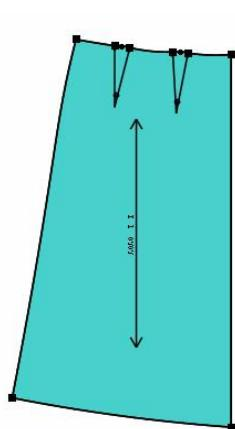
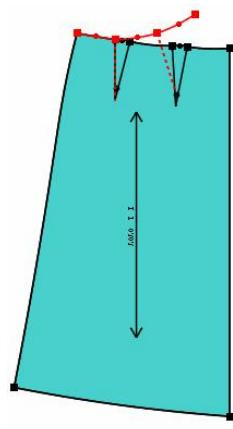

图 1
图 2
1. 如图 1, 用该工具依次点击省 1、省 2 后击右键后为图 2;
分类图	1、这是一张图片，用来表示该部件的实际效果 2、载入部件库时，该图片将会出现在列表框中 3、这张图可以做得小一点，因为在列表框中将会缩小到 80*80 像素显示
尺寸图	1、表示部件各部位的尺寸名称和位置的图片 2、这张图可以做得大一点，图片里的内容可能很多 3、显示的纵横比是 3:2，将图片做成这个比例，将来显示时比较好看
尺寸图	1、如果生成部件库时，指定尺寸图，它将显示在这里 2、如果是旧的部件，扩展名为 fgs 或者 pds，软件将会查找同名的 bmp 文件，并将其显示（如果存在的话）
结构图	1、生成部件时，选中曲线、纸样在屏幕上的显示效果 2、此图自动生成，不允许指定